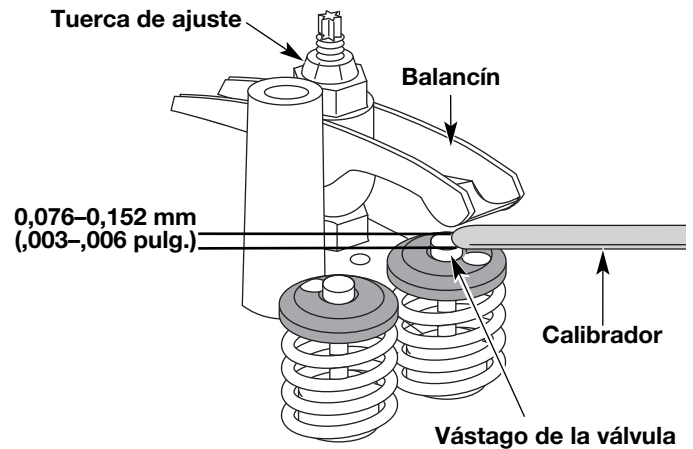

Fig. 33
7. Deslice el calibrador de hoja entre el balancín y la parte superior de cada uno de los vástagos de las válvulas. Mida el huelgo entre el vástago de la válvula y el brazo oscilante (Fig. 33). Realice esto en las válvulas de entrada y de escape.